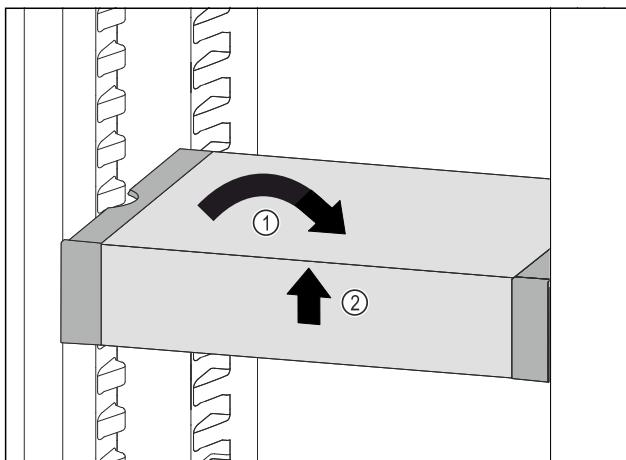

Fig. 60
- VarioSafe postavte rovno. Fig. 60 (1)
- VarioSafe nadvihnite vpred. Fig. 60 (2)